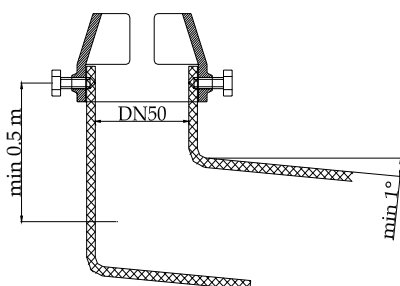

Figura 3
1.2- Per il collegamento del filtro allo scarico, per lo smaltimento dell'acqua di lavaggio, è necessario collegare al filtro un tubo come indicato in figura 3, questo per rispettare le indicazioni della norma DIN1988 e per garantire un